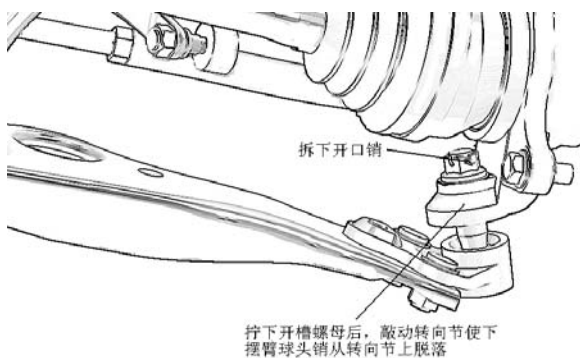

图 1-14
- (1) 下摆臂总成的拆卸
- ① 旋转转向盘以便移动相应前轮至最小侧位位置。
- ② 如图 1-14 所示，从球头螺柱上拆卸开口销。